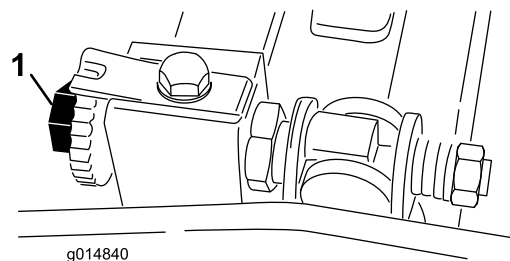

Figura 52
3. Gire el molinete hasta que una cuchilla cruce el filo de la contracuchilla entre la cabeza del primer tornillo de la contracuchilla y la cabeza del segundo tornillo, en el lado derecho de la unidad de corte (Figura 52).
6. Gire el tornillo de ajuste derecho de la barra de asiento hasta que note una ligera presión (resistencia) en el suplemento al moverlo de un lado a otro (Figura 52).